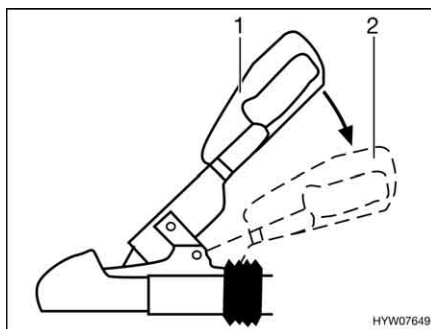

Fig. 143 Maniglia di stabilizzazione
- Attivare il dispositivo di stabilizzazione. A tal fine, premere la maniglia del gancio dalla posizione chiusa (Fig. 143,1) verso il basso (Fig. 143,2) fino all'arresto.